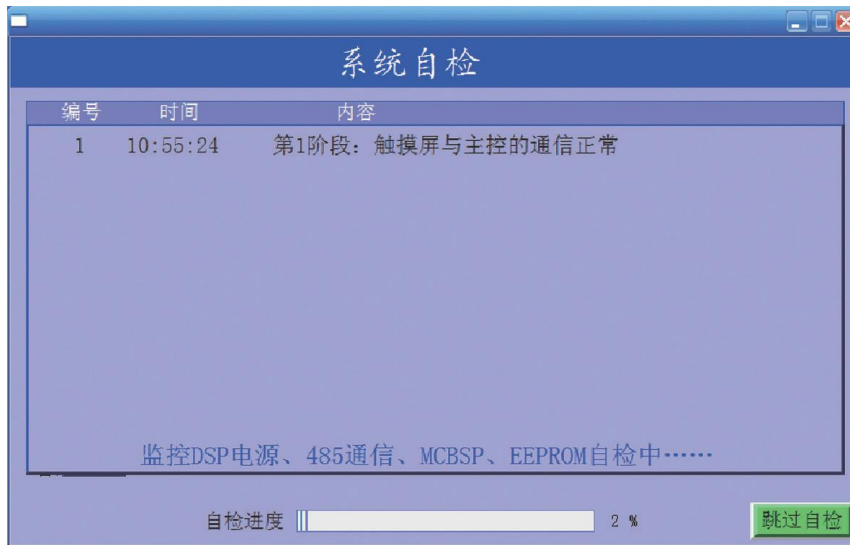
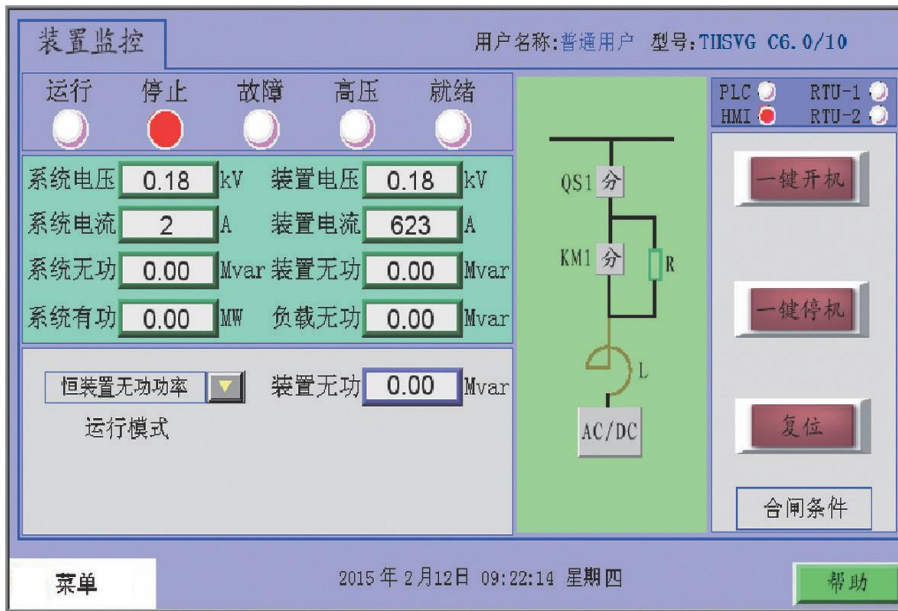

图 5.2 系统自检界面
图 5.3 装置监控界面
控制电送入，装置进行自检，图 5.2 所示。自检不通过必须根据提示查明原因，自检通过后进入监控界面（图 5.3 所示）。
3) THSVG 通过自检后 HMI 进入装置监控界面，通过此界面中状态框状态和相关提示进行相应操作，如图 5.3 所示。
如图 5.3 所示，选定恒考核点无功功率_2 模式，系统无功设定为 0Mvar，即在装置容量足够的情况下，将系统侧的无功功率补偿至 0Mvar。